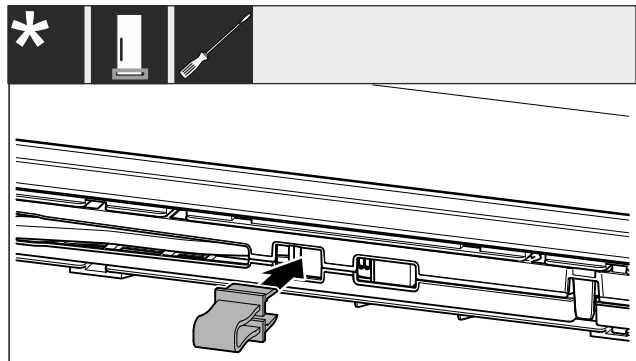

Fig. 4
- ▶ Зафіксуйте запобіжник в отворі Fig. 4 ()